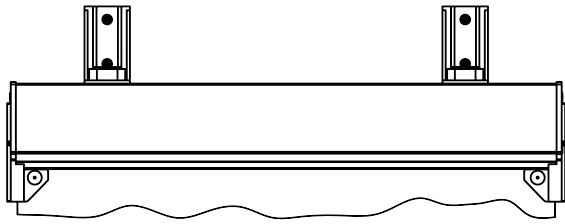

Рисунок 5. Крепление к стене
- Для горизонтального крепления к стене используется: планка – 2 шт. и кронштейн – 2 шт. (рисунок 5).